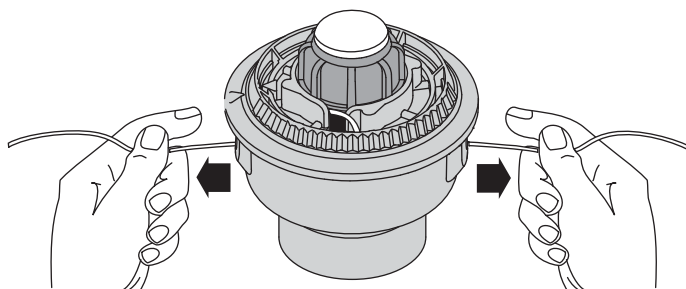

Fig. 17
9. Si el bobinado de la línea se torna dificultoso o la línea se enreda, tire de los extremos de la línea de la bobina. Siga enrollando el carrete interior en sentido contrario a las manecillas del reloj hasta que queden 4 pulgadas de línea en cada uno de los lados (Fig. 17).